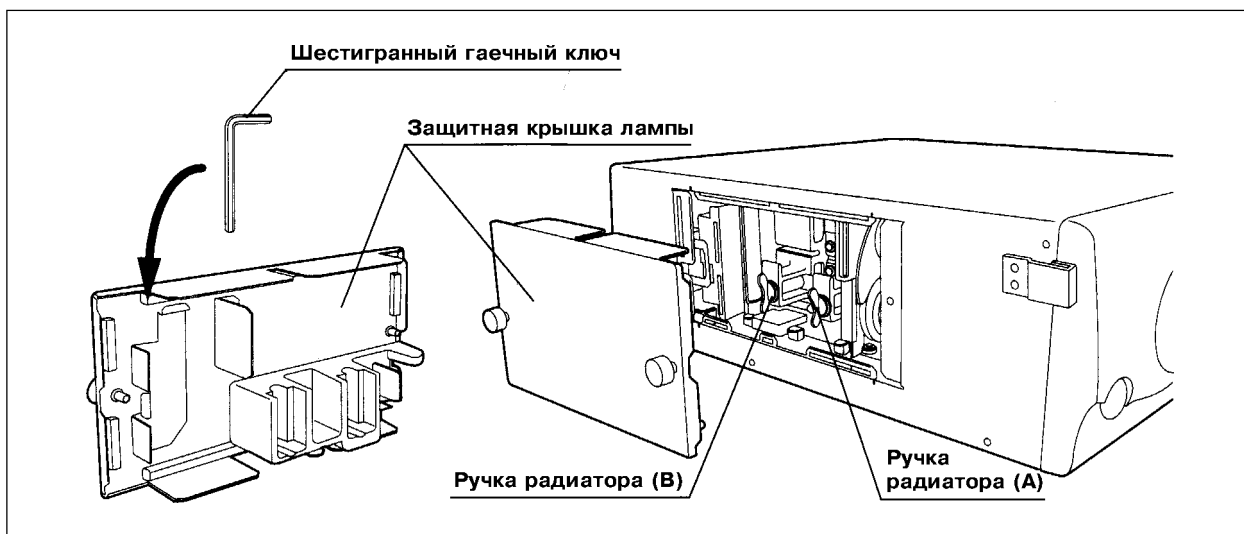

Рис. 6.6.
- 17.** Закрепите шестигранный гаечный ключ на задней поверхности защитной крышки рабочей лампы. Тщательно установите на прежнее место защитную крышку рабочей лампы (см. рис. 6.6).